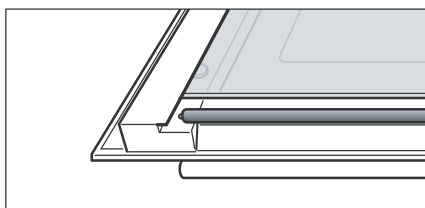
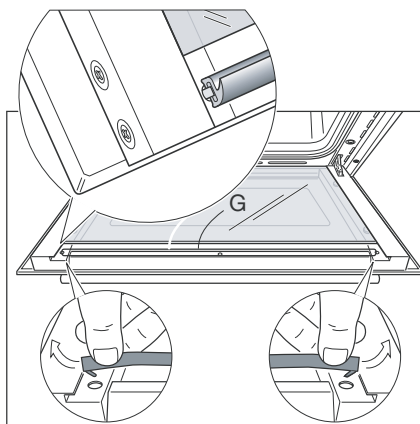

Fig. 49f
Fig. 49d
- Remettez en place le joint « G » en engageant les deux crochets de fixation. Veillez à le poser dans le bon sens (Fig. 49d). Remarque : l'interstice entre le bord supérieur de la vitre intérieure et le joint d'étanchéité est destiné à permettre la circulation d'air (Fig. 49f).